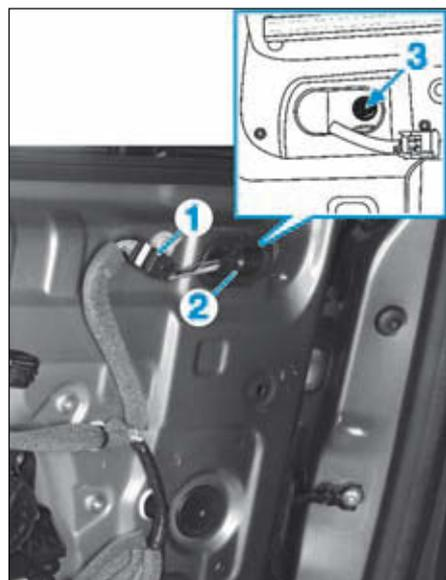

FIG.65
- Débrancher le connecteur du rétroviseur (1) (Fig.65).
- le cache (2),
- l'écrou (3),